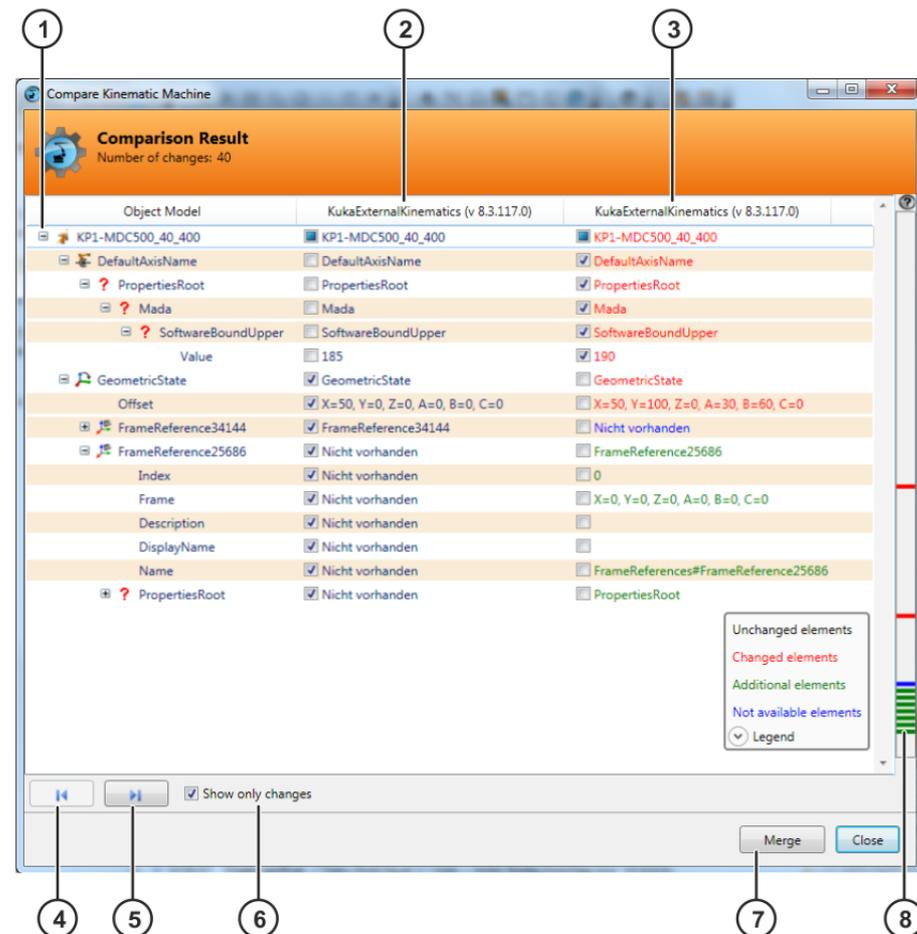

Fig. 6-7: Exemple : aperçu des différences
- **D'un catalogue ouvert**: si la cinématique à comparer se trouve dans un catalogue ouvert. Les cinématiques sont comparées et les différences sont affichées sous forme d'aperçu (>>> Fig. 6-7). Continuer avec l'opération 5.
4. Ouvrir l'arborescence, marquer la cinématique et cliquer sur **Comparer**. Les différences entre les cinématiques sont affichées sous forme d'aperçu (>>> Fig. 6-7).